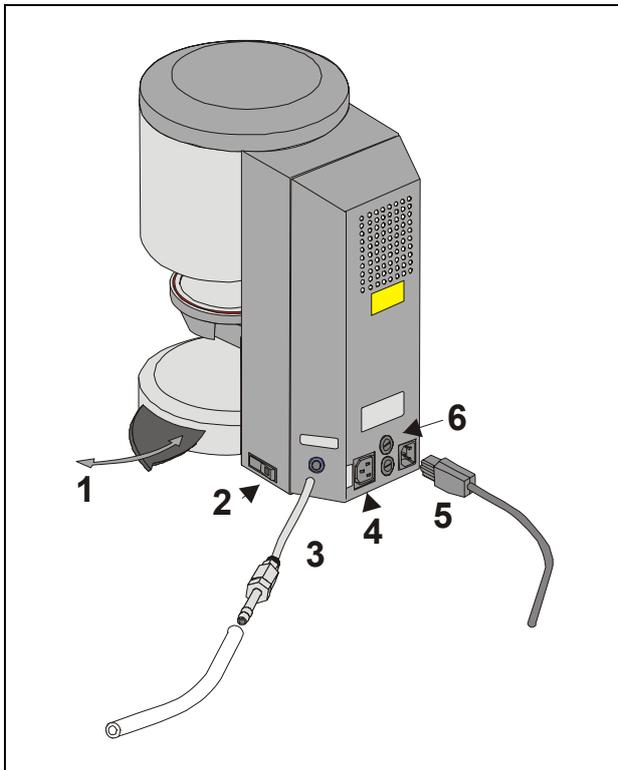

Fig. 1
- Conectar la bomba de de vacío (Fig. 1)
- Conectar el aparato a la tensión de la red con el cable de conexión a la red suministrado (Fig. 1). Usar como cable de conexión un cable de alimentación para aparatos caliente tipo HO5RR-F 3G1,0 mm². Evitar la conexión con prolongación a las cajas de distribución. Existe peligro de incendio en caso de sobrecarga.
Al no usarse el aparato, el ascensor debiera de desplazarse a la cámara de cocción y el aparato debiera estar desconectado con el interruptor principal (vea la Fig. 1, punto 2). El cierre de la cámara de cocción protege el aislamiento e impide la toma de humedad.